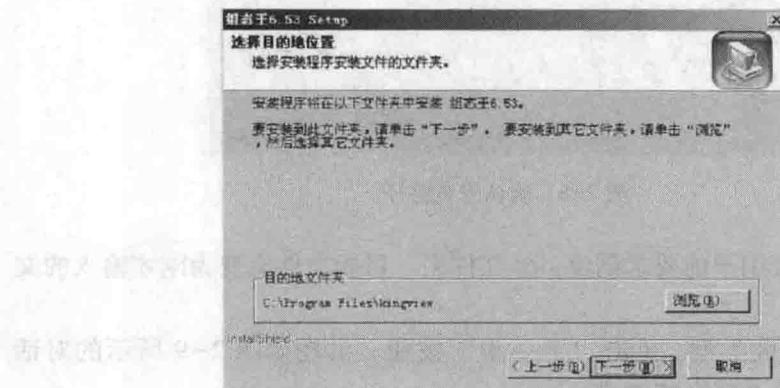

图 2-6 选择安装路径
(7) 选择组态王软件安装路径。确认用户注册信息后，弹出“选择目的地位置”对话框，选择程序的安装路径，如图 2-6 所示。